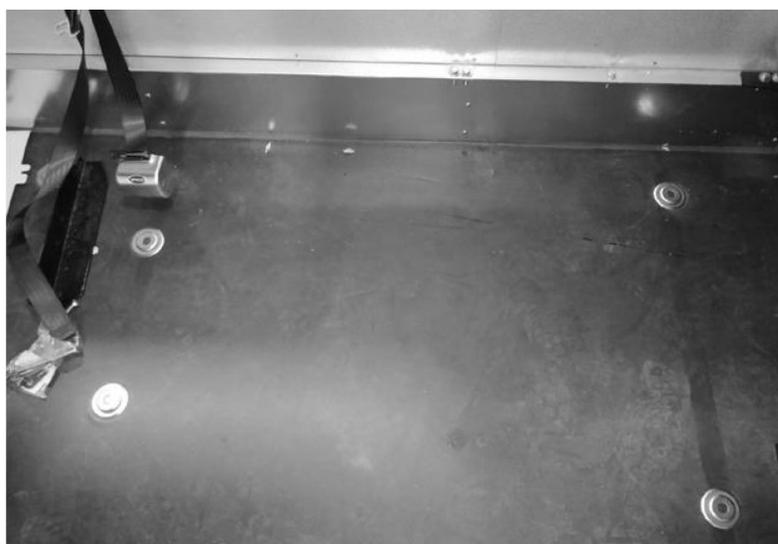

Figure 8 - Système d'ancrage pour fauteuils roulants (s'il en est équipé)
18. Assurez-vous que tous les systèmes d'ancrage pour fauteuils roulants (s'il en est équipé) ainsi que les ceintures de sécurité sont en bon état (Figure 8).